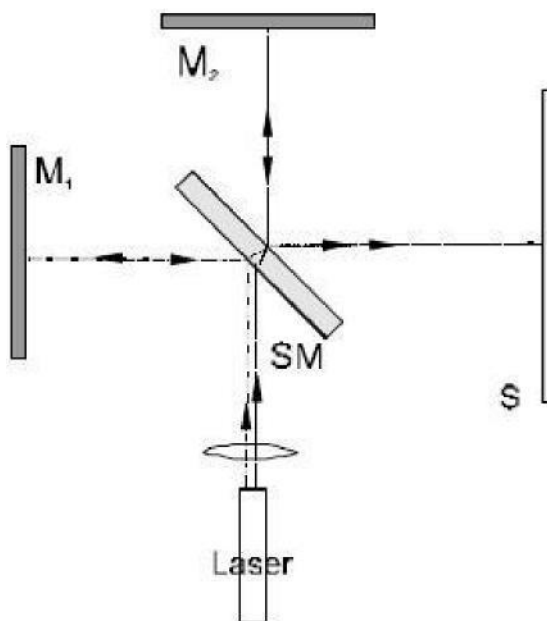

Fig. 2 Montagem do prato de experiência Interferômetro de Michelson (M1, M2 = Espelhos, SM = Espelho semitransparente, S = tela de vidro fosco)
- Colocar o laser aproximadamente no centro no lado comprido da placa (Fig. 2) e alinhar o raio laser paralelo à placa base (ver as observações).
- Colocar o espelho semitransparente entre o laser e o espelho M2 (ver Fig. 2). O ângulo entre o espelho semitransparente e o eixo do raio laser deveria ser no possível exatamente 45° .
- Montar a tela de vidro fosco segundo Fig. 2. O feixe de raio laser deve incidir no centro dele.
Na montagem segundo Fig. 2 é importante que as ondas circulares superpostas só formem um ângulo pequeno. Então se pode ver a franja de interferência na superfície I (ver Fig. 3a). Se o ângulo for muito grande (Fig. 3b), a interferência não poderá ser observada. Por isso é importante, que o raio laser esteja alinhado de tal maneira, para que corra paralelo à placa de base e que continue percorrendo paralelamente após da reflexão nos espelhos M1 e M2.